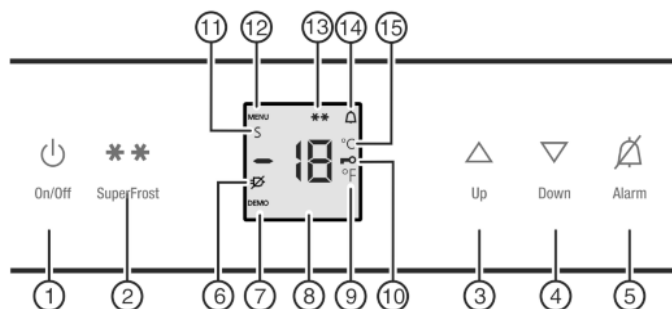

Fig. 2
- Le symbole SuperFrost Fig. 2 (13) et l'affichage de température clignent.*
- ▶ Appuyez sur la touche marche/arrêt Fig. 2 (1).
- ▶ Activer le mode de réglage : Appuyer sur la SuperFrost rapide Fig. 2 (2) pendant 5 secondes environ.
- ▷ Le symbole menu Fig. 2 (12) s'allume.
- ▶ Régler le nombre de ° avec la touche de réglage Up Fig. 2 (3) / Down Fig. 2 (4) .
- ▶ Confirmer : Appuyer brièvement sur la touche SuperFrost Fig. 2 (2).
- ▶ Quitter le mode de réglage: Appuyer sur la touche On/Off Fig. 2 (1).
- ▶ Activer le mode de réglage : appuyer sur la touche SuperFrost Fig. 2 (2) pendant env. 5 secondes.
- ▷ Le symbole Menu Fig. 2 (12) apparaît dans l'affichage.
- ▶ A l'aide de la touche de réglage Up Fig. 2 (3) et touche de réglage Down Fig. 2 (4), sélectionner c .
- ▶ Confirmez en appuyant brièvement sur la touche SuperFrost Fig. 2 (2).
- ▷ Le symbole Sécurité enfants Fig. 2 (10) s'allume dans l'affichage.
- ▶ Pour mettre fin au mode de réglage : Appuyer brièvement sur la touche On/Off Fig. 2 (1).
- ▶ A l'aide de la touche de réglage Up Fig. 2 (3) et touche de réglage Down Fig. 2 (4), sélectionner **c**.
- ▷ Le symbole Sécurité enfants Fig. 2 (10) s'éteint.
- ▶ Appuyer sur la touche Alarme Fig. 2 (5).
L'affichage de la température clignote en même temps que le symbole Alarme Fig. 2 (14).
L'avertisseur sonore s'éteint automatiquement et le symbole Alarme Fig. 2 (14) et l'affichage de température arrêtent de clignoter lorsque la température est de nouveau suffisamment froide.